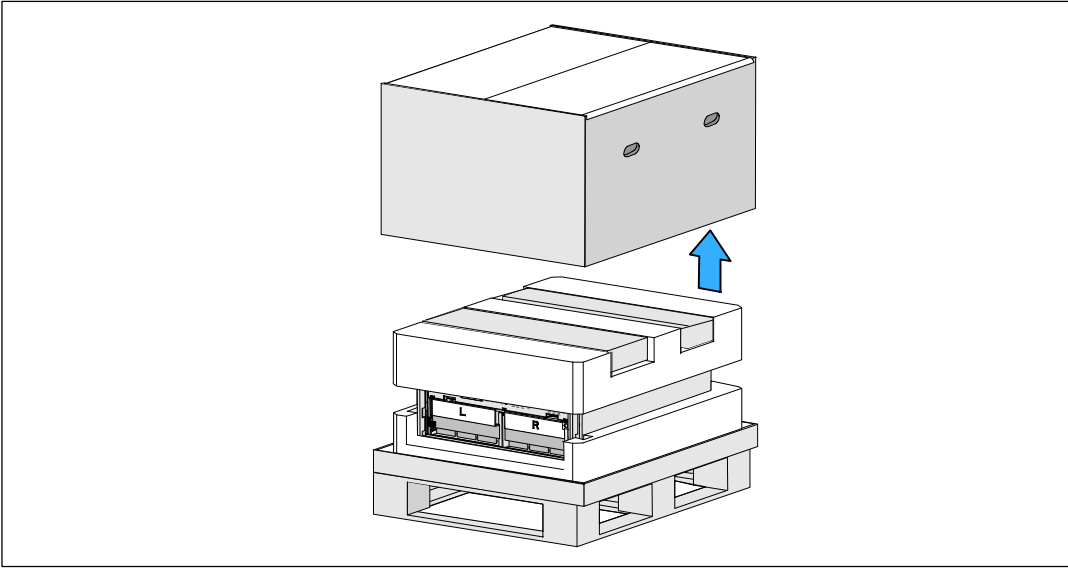

Figure 4. Dégagement du carton extérieur
- 2 Dégagez et retirez le carton extérieur (voir Figure 4).